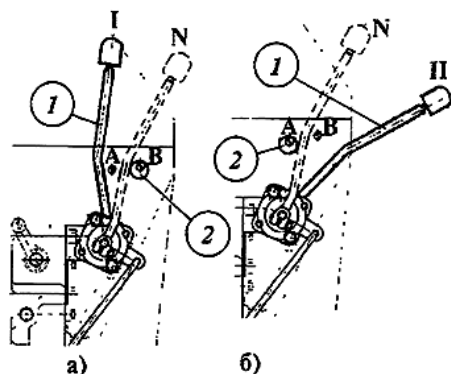

Рис. 20. Важіль керування заднім ВОМ
2. Важіль керування заднім ВОМ. При переміщенні важеля вперед по ходу трактора від обмежувача 2 (рис. 20), встановленого в положення В, включається залежний ВОМ.